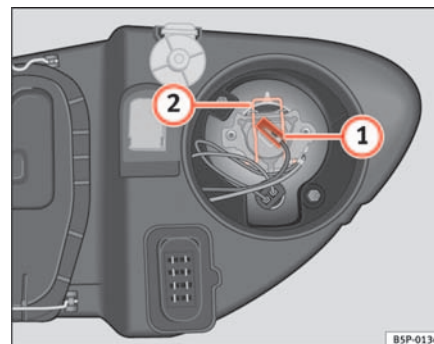

Fig. 185 Máximos
- Prima a mola de fixação ⇒ fig. 185 ② pressionando-a para dentro e para a direita.